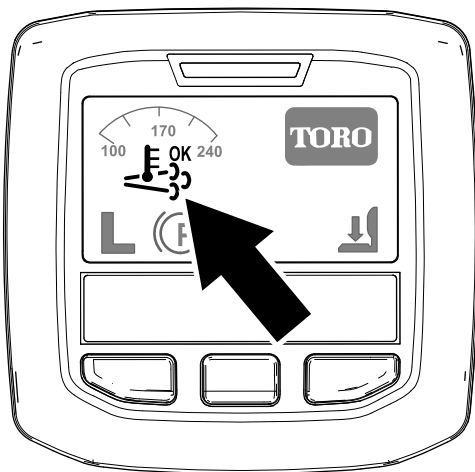

Figure 34
- L'icône de régénération assistée/réinitialisée s'affiche dans l'InfoCenter (Figure 34).